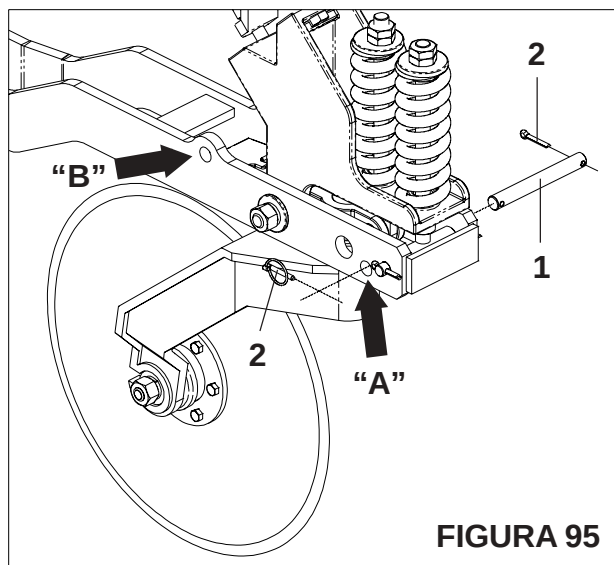

FIGURA 95
- Retire o pino (1) e as travas (2), do furo “A” e transfira-o para o furo “B”, **conforme mostra a figura 95.**